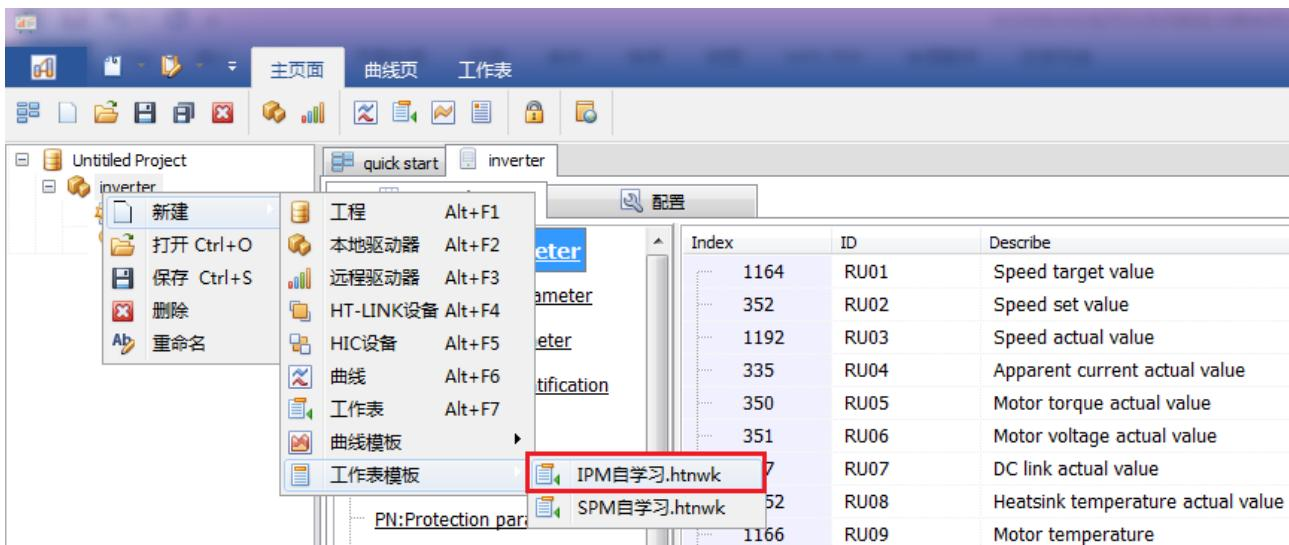

图 7.2 上位机选择 IPM 电机自学习模板
- (1) 更新电脑上位机软件至最新版本, 在电脑上安装指定的安装包
- (2) 按要求接线, 上电
- (3) 电脑与驱动器相连, 打开上位机软件
- (4) 确认上位机与驱动器已正常连接
- (5) 查看驱动器铭牌和 PU.00, 确认驱动器型号。
- (6) 查看 DSP 软件版本 IN.00, 确认软件版本号。
- (7) 参数操作指令 UD.03 写入 2, 将驱动器参数恢复为缺省值。
- (8) 打开“IPM 自学习”参数设置模板, 如图 7.2 所示, 根据电机铭牌及系统要求, 参考表 7.10 设置电机运行相关参数。